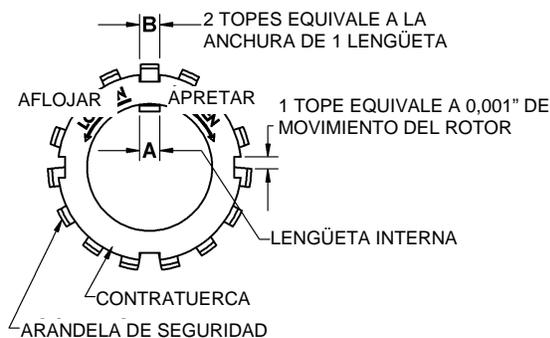

Figura 8 – Montaje de las contratuercas
14. Inserte el eje en el cilindro (12). Deslice cuidadosamente el eje a través del sello mecánico instalado (153) y el cojinete. Alinee la muesca del rotor con las lengüetas de inserción en la camisa del sello mecánico. Gire el eje para asegurarse de que las lengüetas de inserción del sello mecánico estén engranadas en las muescas del rotor.
15. Instale la arandela de seguridad (24B) en el eje que sobresale a través del cojinete en el cilindro, con las lengüetas de inserción hacia fuera. Asegúrese de que la lengüeta interna "A" de la arandela de seguridad esté engranada en la ranura de las roscas del eje. Flexiónela ligeramente, en caso de ser necesario. (Consulte la figura 8.)
29. Con el orificio indicador hacia la parte inferior de la bomba, instale cuidadosamente el conjunto del cabezal (20) sobre el eje, contra el cilindro (12). Tenga cuidado de no dañar los componentes del sello mecánico. Alinee las lengüetas de inserción del sello mecánico con las muescas del rotor.
30. Gire el cabezal (20) para engranar las lengüetas de inserción de la camisa del sello con las ranuras del rotor.
31. Instale y apriete a mano los tornillos prisioneros del cabezal (21). Los tornillos prisioneros del cabezal deberán apretarse completamente después de la instalación de la segunda contratuerca.
32. Instale la arandela de seguridad (24B) en el eje que sobresale a través del cojinete en el cabezal, con las lengüetas de inserción hacia fuera. Asegúrese de que la lengüeta interna "A" de la arandela de seguridad esté engranada en la ranura de las roscas del eje. Flexiónela ligeramente, en caso de ser necesario. (Consulte la figura 8.)
43. Apriete la contratuerca opuesta (24A) a mano hasta que quede apretada contra el cojinete (24). Luego, utilizando una llave de gancho, apriete la tuerca una distancia igual al ancho de una lengüeta de la arandela de seguridad "B". Apriete inmediatamente después de la lengüeta deseada y luego desenrosque la tuerca para alinear la lengüeta con la ranura de la contratuerca. Fije la tuerca flexionando la lengüeta de la arandela de seguridad alineada en la ranura de la contratuerca. La bomba debe continuar girando libremente al ser rotada a mano.
Consulte la figura 8.